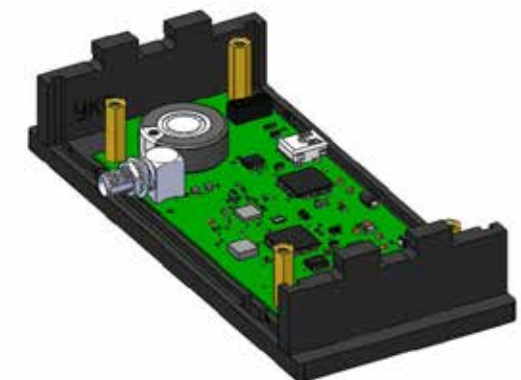

Рисунок 91. Установка боковых стенок
2) Установить боковые стенки на нижнее основание. Для этого совместить выступы боковых стенок с отверстиями в основании и защелкнуть (рисунок 91):